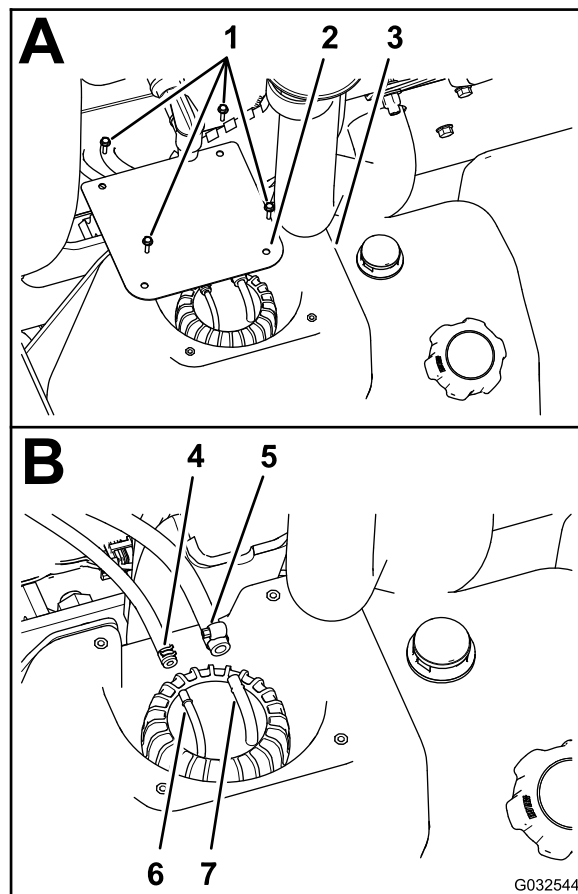

Рисунок 78
2. На топливном баке выверните 4 винта (№ 10 x 3/4 дюйма), которые крепят крышку к верхней части топливного бака, и снимите крышку (Рисунок 78А).
3. Ослабьте хомуты крепления 2 топливных шлангов к 2 шланговым штуцерам в верхней части узла вертикальной трубы (Рисунок 78В).
4. Отсоедините 2 шланга от шланговых штуцеров и дайте топливу стечь из шлангов в утвержденную к применению топливную емкость (Рисунок 78В).
4. Подсоедините топливный шланг диам. 6,4 мм к шланговому штуцеру 6,4 мм и закрепите шланг на штуцере с помощью шлангового хомута (Рисунок 78В).
5. Подсоедините топливный шланг диам. 8 мм к шланговому штуцеру 8 мм и закрепите шланг на штуцере с помощью шлангового хомута (Рисунок 78В).
6. Установите крышку на бак (Рисунок 78А), закрепив ее с помощью 4 винтов (№ 10 x 3/4 дюйма), снятых при выполнении пункта 2 раздела Удаление топливного фильтра из бака (страница 70).